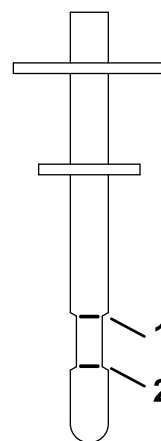

図 62
7. レベルゲージをフィルターネックに差し込み、取り外して液面レベルをチェックする(図 62)。